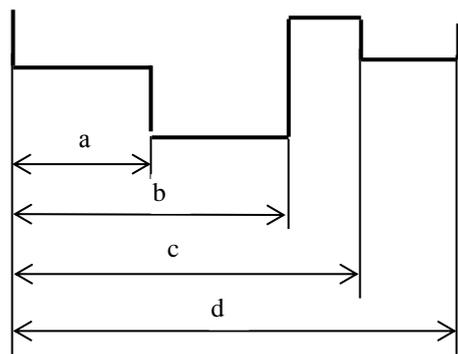

Рис. 6.
7.3. *Базовый*  проставляет размеры, используя в качестве базовой точки первую выносную линию последнего линейного размера. Команда работает, когда уже введен один размер (рис.6). Если предыдущий введенный размер был не линейный, или в ответ на предыдущий запрос была нажата клавиша <Enter>, в командной строке появится предложение: